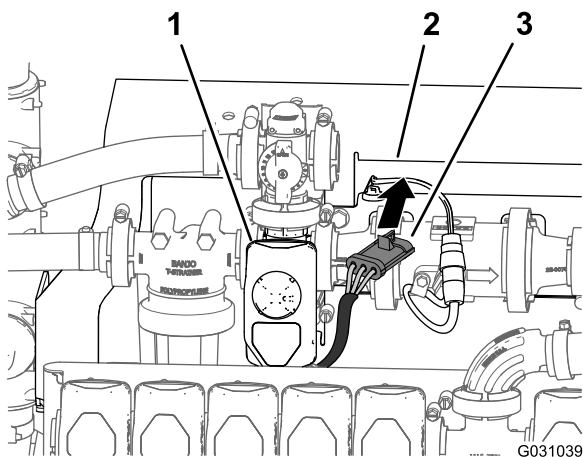

Рисунок 109
5. Проложите 3-штыревой разъем жгута проводов клапана перемешивания впереди крепления коллектора (Рисунок 109).